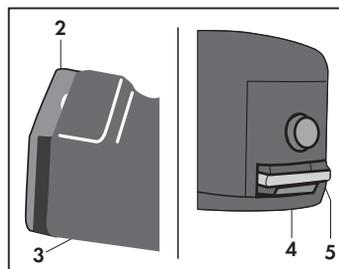

Fig. 9
- Chiudere lo sportello (2) contro il fianco dell'attacco rapido (3) assicurandosi che i due particolari (4-5) si aggancino (**Fig. 9**). Da questa presa è possibile erogare vapore e/o aspirare.